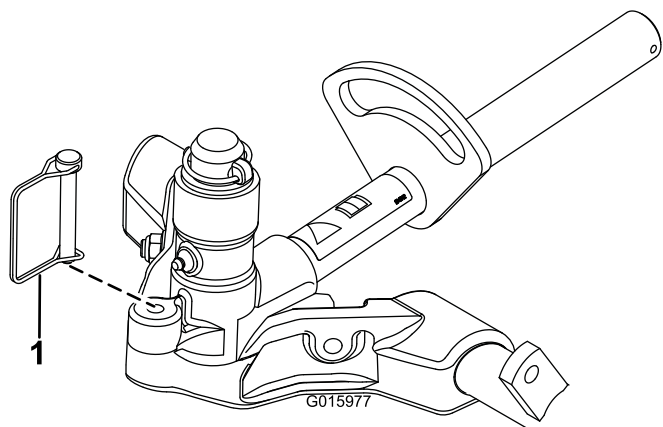

図 17
11. Tカッティングユニットを首振りしないようにロック（固定）するには、スナップピンを使ってピボットヨークをキャリアフレームに固定します（図 17）。